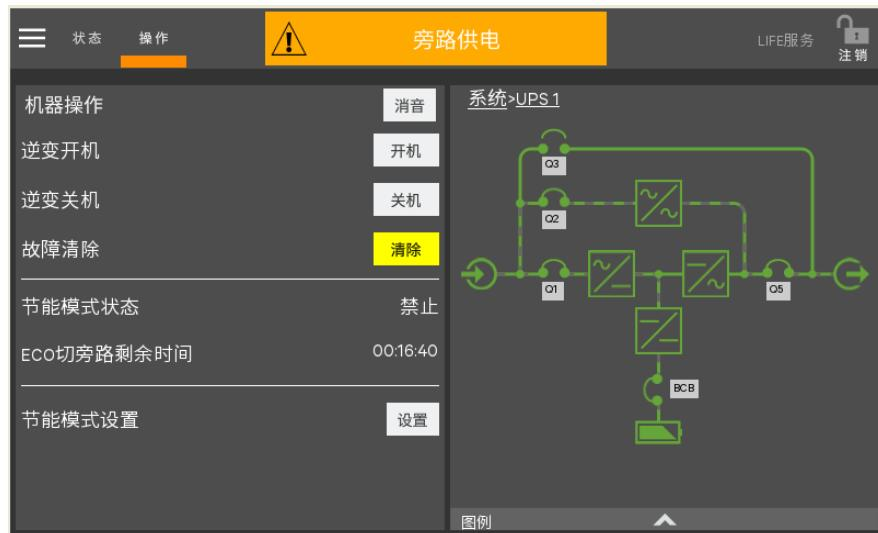

图 5-3 点击逆变开机按钮
- 待整流器完成启动，闭合外置电池开关，旁路开始供电以后（功率流图如图 5-3 所示），点击开机按钮（此处可参考 4.2 节）。